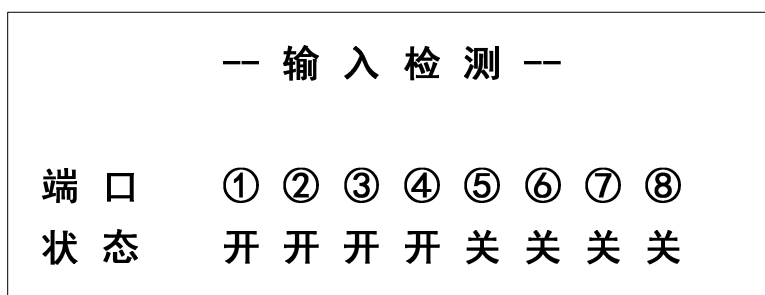

图 31 输入检测
在《2.端口检测》界面，按键 1 进入《输入检测》，如图 31，进入菜单的时候端口①~⑧都是关状态的，然后我们可以按键 1~8 来改变相应端口的状态，例如按键 1，端口①就从关状态改为开状态，再按一次的话，又从开状态改为关状态。